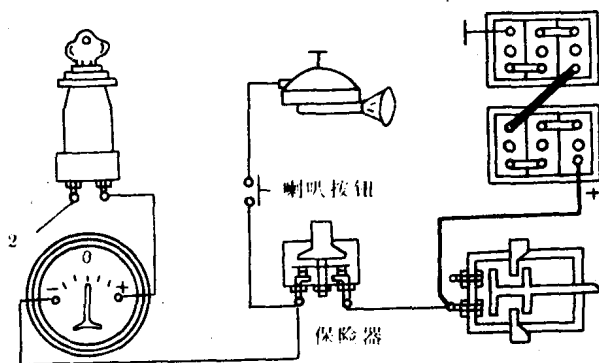

图1—2 按喇叭进一步检查
1) 水温表等仪表指针不动，说明蓄电池至点火开关接柱2之间的电路（如图1—2所示）有断路故障。应按喇叭进一步查找：